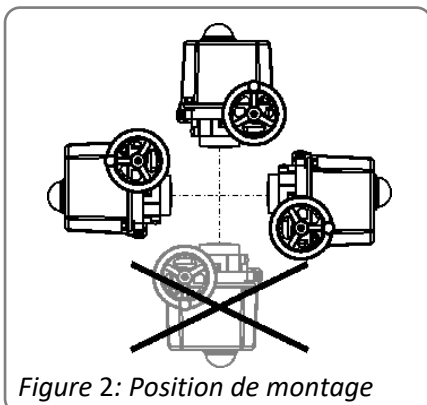

Figure 2: Position de montage
- La position de montage peut être choisie à sa guise à l'exception de « capot vers le bas » (Figure 2).